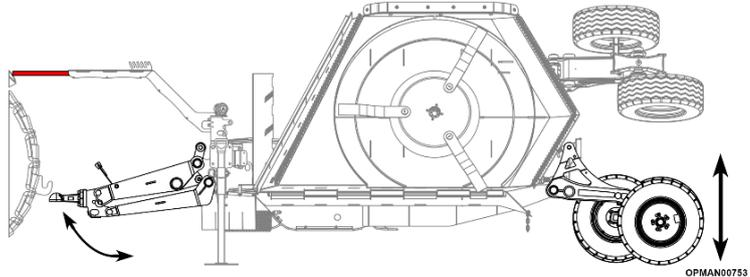

Abbildung 4.7 – Höheneinstellung der Zugöse
- 4.4.2.4 Stellen Sie die Höhe der Achse am Mittelmähwerk mit den Hydrauliksteuerhebeln/-tasten der Zugmaschine ein, bis die gleiche Höhe zwischen Zugöse und Gabelkopfkupplung der Zugmaschine erreicht wird, siehe Abbildung 4.7.
4.4.2.13 Bei Zugmaschinen mit fester Anhängervorrichtung stellen Sie die Höhe des mittleren Mähwerks über die Hydraulik der Zugmaschine so ein, dass der Ständer mit dem Sicherungsstift in der richtigen Höhe fixiert werden kann, siehe Abbildung 4.7.